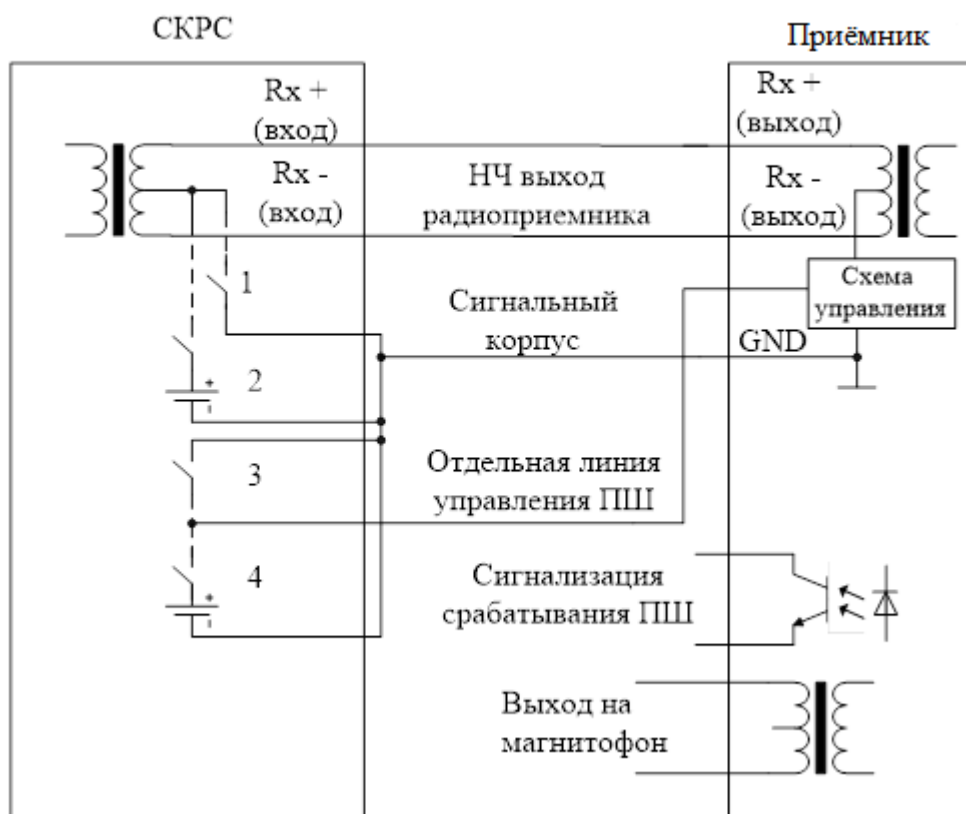

Рисунок 4 – – Пример подключения Изделия к СКРС
1.5.2.1 Включение ПШ возможно одним из следующих видов управления (Рисунок 4) :